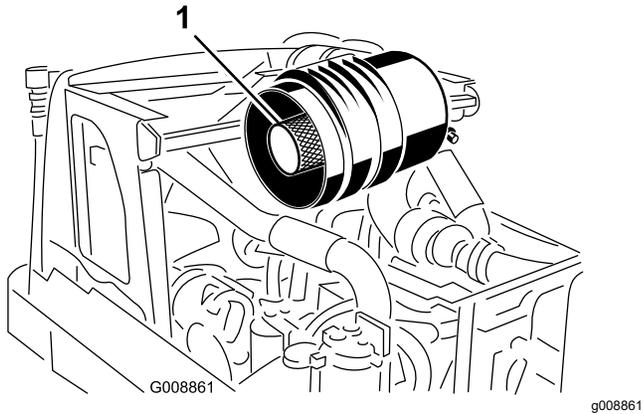

图 47
**重要事项** 切勿尝试清洁安全滤芯。每维护3次主滤芯后应更换一次安全滤芯图47。